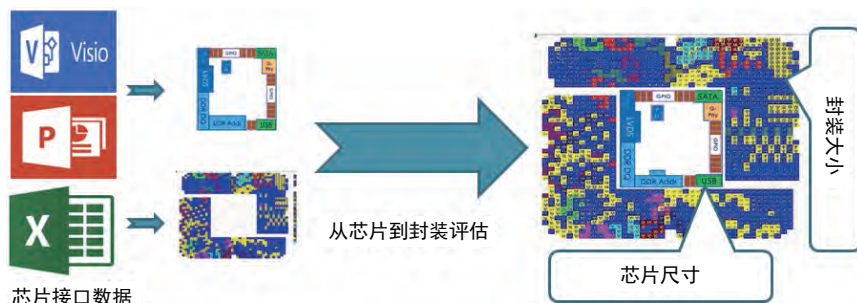

图2. IO到BGA BALL的常用设计。
- 2) 封装设计环节根据此 IO 的位置分布情况，给出一个有利于 BGA 基板布线的信号在 BGA 上的分布图 (PIN MAP)，情况往往如图 2 所示：